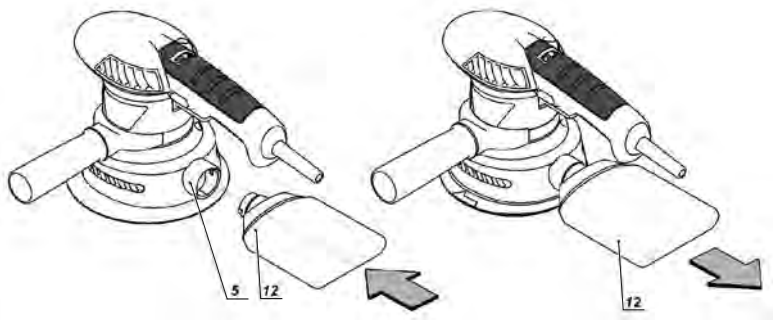

fig. 6 - dibujo demostrativo para montaje y desmontaje del depósito recolector de polvo
Para montar el depósito recolector de polvo (12), encájelo en la conexión para el depósito recolector de polvo (5), fig. 6.